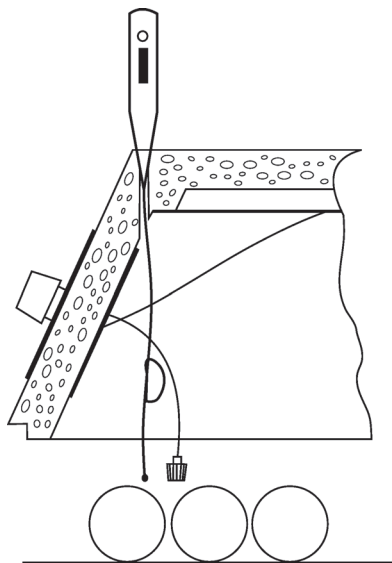

Рис. 3
7.21. При каждом закрытии крышки инкубатора, внимательно следите за положением термодатчика и датчика термометра. Датчики всегда должны находиться в одном положении (см. Рис. 3).